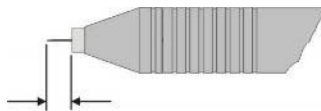

Abb. 5.3 Einstellung Elektrodenlänge
- Wenn Sie kein Schweißmikroskop der Firma Lampert besitzen, spannen Sie die Wolfram-Elektrode so ins Handstück ein, dass diese ca. 4 – 6 mm über die Düse hinaussteht. (Siehe Abbildung 5.3)